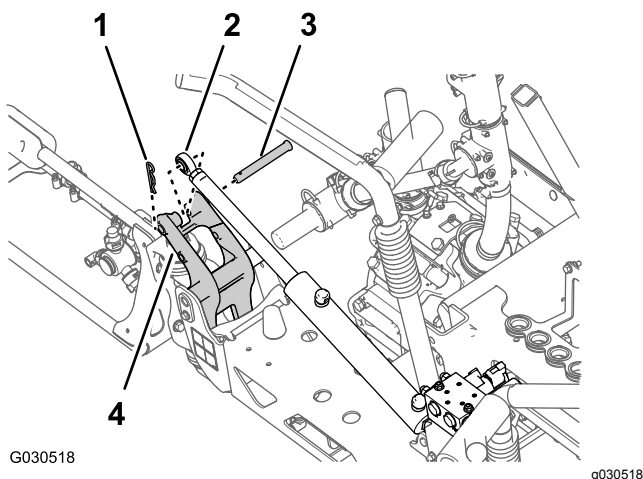

Figura 38
2. Retire o perno de gancho e o passador de forquilha que prendem a extremidade da barra do cilindro de elevação ao suporte da articulação (Figura 38).